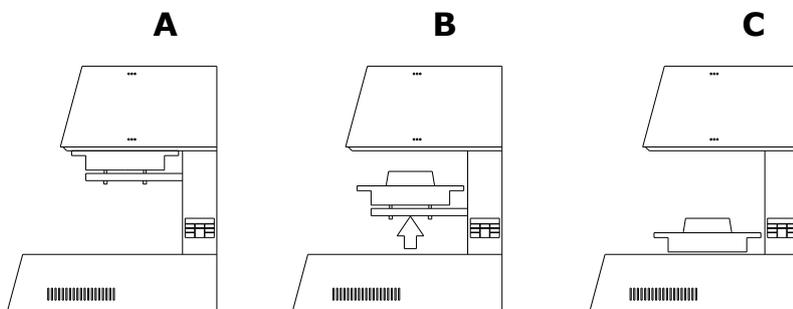
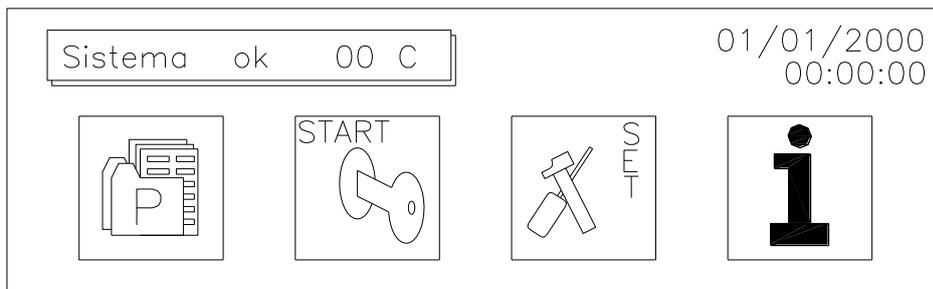
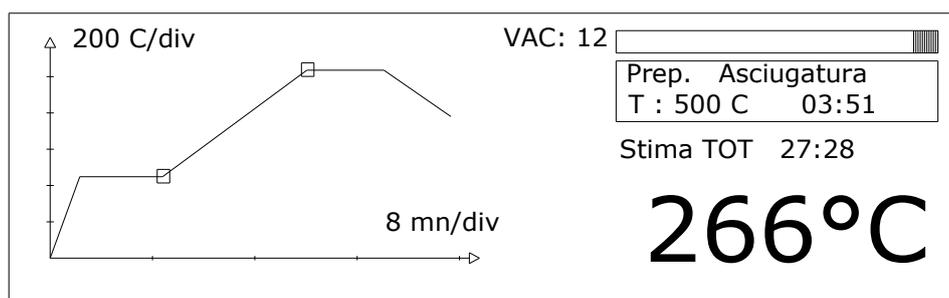

FIG.4
FIG 5
FIG 11
3.2 - Apertura e chiusura della Camera (FIG.4)
Nel forno EFP 100 l'apertura e la chiusura della camera si ottengono abbassando e alzando il piattello (FIG 4 B). In FIG 4 si possono vedere le posizioni : A (forno chiuso), C (Forno totalmente aperto), Quando il forno non sta eseguendo un programma di cottura, per aprire la camera premere il tasto 5 FB. Il piattello si sposta verso il basso e si ferma al suo punto limite inferiore. Per alzare il piattello premere il tasto 6 FA. Per fermare il piattello durante il suo movimento, premere nuovamente uno dei 2 tasto FA o FB.
Dopo aver acceso il forno coll'interruttore generale posta sul retro, il piattello scende lentamente fino alla posizione C (Fig. 4) e sul display appare e si stabilizza il marchio EUROCEM. Premere il tasto EN ed appare la seguente videata (FIG 5) che in seguito chiameremo MENU PRINCIPALE.
Dal MENU PRINCIPALE di FIG. 5, ruotare l'Encoder EN verso sinistra e posizionarsi sulla cartella P (Programmi) ed entrare premendo EN : appare la seguente schermata:
Nel Selezionare ruotando EN la cartella START (FIG. 5)
Premere START/STOP: Il forno inizia ad eseguire il programma selezionato ponendosi nella posizione B di Fig.4 ed elevando la Temperatura della camera fino alla Temperatura di Asciugatura TA. Raggiunta la TA inizierà la procedura di innalzamento del piattello e di chiusura della camera. La chiusura verrà completata nel tempo impostato alla funzione F2 (tempo di asciugatura). Il forno eseguirà poi tutte le operazioni previste nel programma fino alla fine. Durante l'esecuzione del programma sul display viene rappresentato il ciclo eseguito in un diagramma T-t (Temperatura – tempo: Temperatura in °C in verticale, tempo espresso in minuti in orizzontale) come si vede dalla seguente fig. 11.
Posizionando il cursore sulla cartella "SET" di FIG. 5 appare la seguente videata: